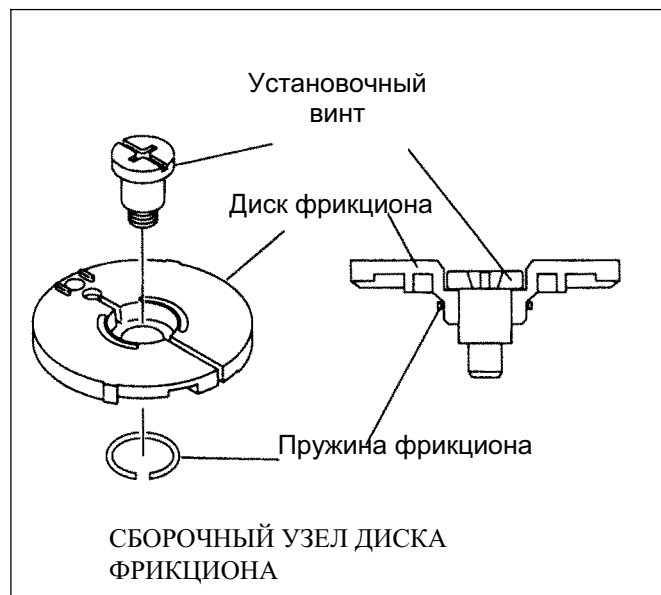
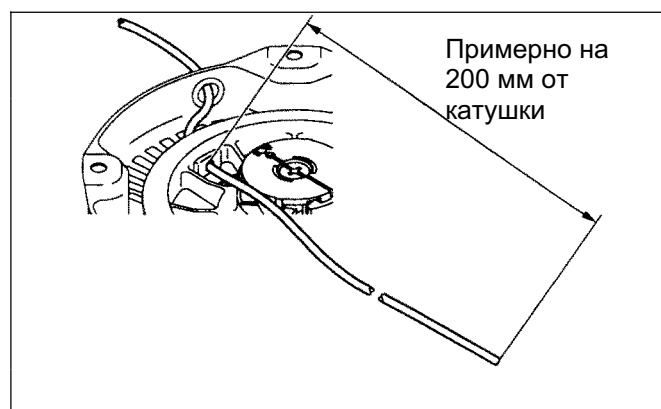

Рис. 10-5
Рис. 10-6
- 2: придерживая собачки, поставить на место диск фрикциона (рис. 10-5)
- (3) Затянуть установочный винт
- (4) Свернуть спиральную пружину
- 2: придерживать катушку в положении, в котором отверстие катушки под шнур и направляющее отверстие в корпусе находятся напротив (см. рис. 10-6).